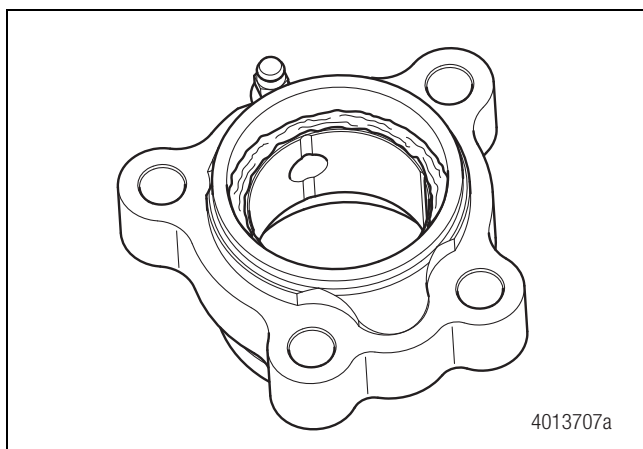

Figura 11.41
6. Retire el primer sello. Figura 11.41.